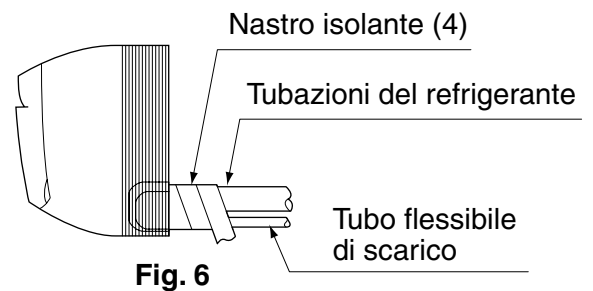

Fig. 6
(5) Puntare il tubo nella direzione in cui deve essere estratto.
**Per tubazioni a destra, in basso a destra e indietro a destra (Fare riferimento alla Fig. 6)**
- Avvolgere insieme il tubo flessibile di scarico e la tubazione del refrigerante con il nastro isolante (4), in modo che il tubo flessibile di scarico si trovi sotto la tubazione del refrigerante.